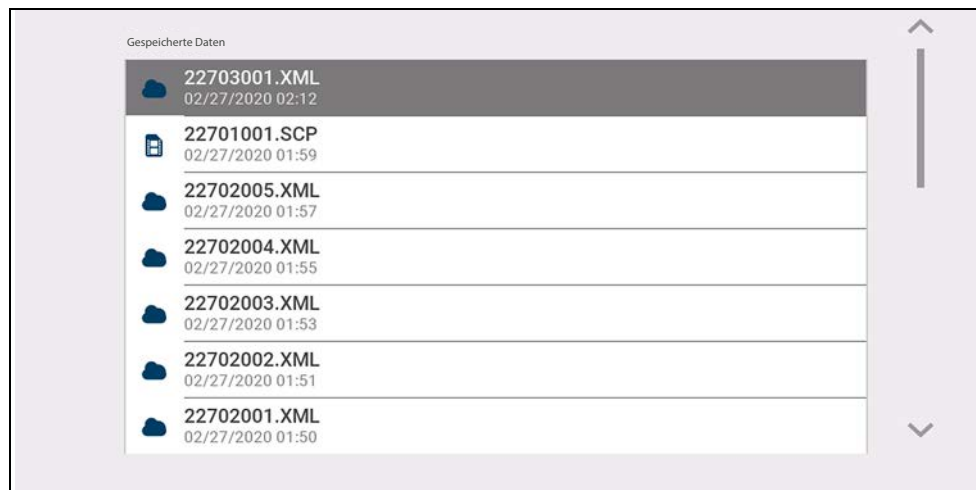

Abbildung 11-2
- **Alle gespeicherten Daten** – führt alle gespeicherten Dateien auf (Abbildung 11-2)
Codescans und einzelne Systemcodeergebnisse werden als XML-Dateien gespeichert und können aus der Liste „Alle gespeicherten Daten“ oder „Scanner“ ausgewählt werden (Abbildung 11-2).